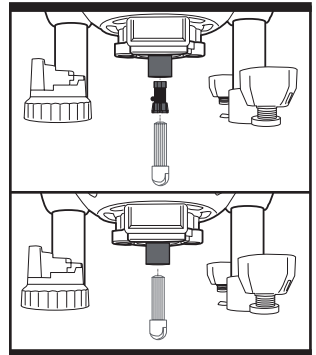
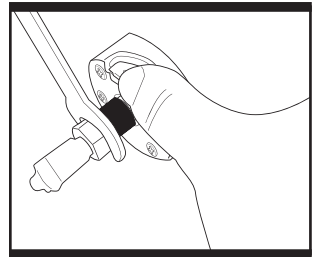

Fig. 3
Fig. 4
3. FITTING THE ROUTER BITS (See Fig. 3 & Fig. 4)